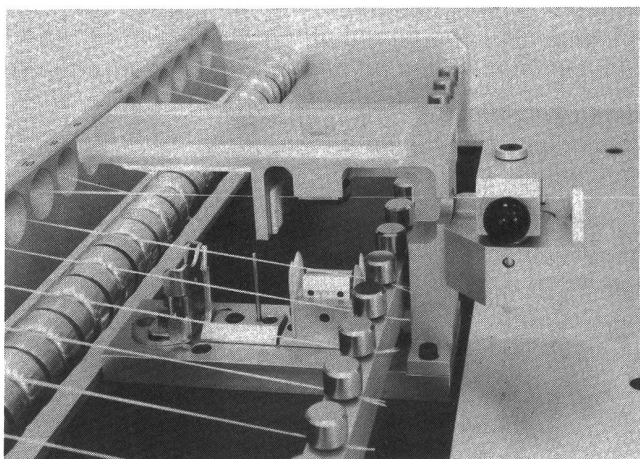

Bild 2
Daneben besteht in der textilen Prüftechnik auch Interesse an Spulenwechslern, die völlig autonom arbeiten und in Verbindung mit verschiedenen Prüfgeräten eingesetzt werden können. Bild 2 zeigt einen derartigen, von Textechno entwickelten Wechsler, der eine eigene Mikroprozessorsteuerung besitzt und bei dem die Auflösung des Wechsellvorganges durch ein externes Signal oder einen internen Timer erfolgt. Ein besonderes Merkmal dieses mit Spleissertechnik arbeitenden Gerätes ist die Möglichkeit, bei durchlaufendem Faden zu wechseln (1). Der neu anzulegende Faden A wird hierzu zusammen mit dem laufenden Faden B in eine Spleisserdüse eingeführt. Mit Einsetzen des Spleissvorganges wird Faden A mit Faden B verwirbelt und nimmt sofort dessen Geschwindigkeit an, wobei kontinuierlich eine weitere Verwirbelung der beiden nunmehr parallel laufenden Fäden stattfindet. Anschliessend wird Faden B mit einer automatischen Schere abgeschnitten und das Fadenende abgelegt. Faden A läuft nunmehr allein weiter.